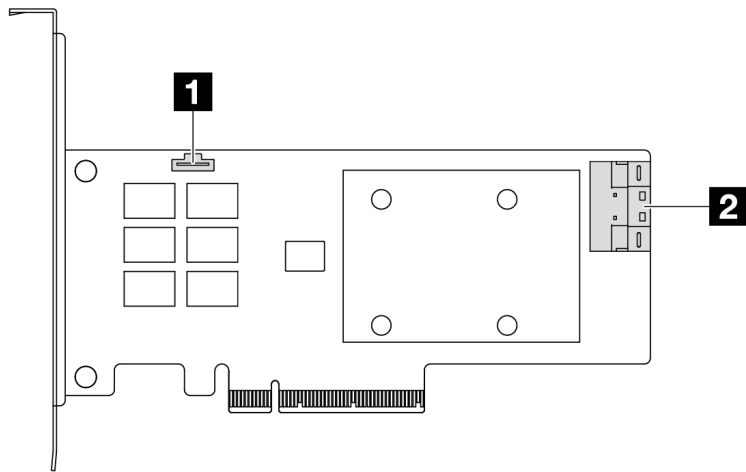

Figura 318. Um adaptador RAID/HBA Gen 4 8i SFF (um conector de porta)
- Figura 318 "Um adaptador RAID Gen 4 8i SFF (um conector de porta)" na página 352